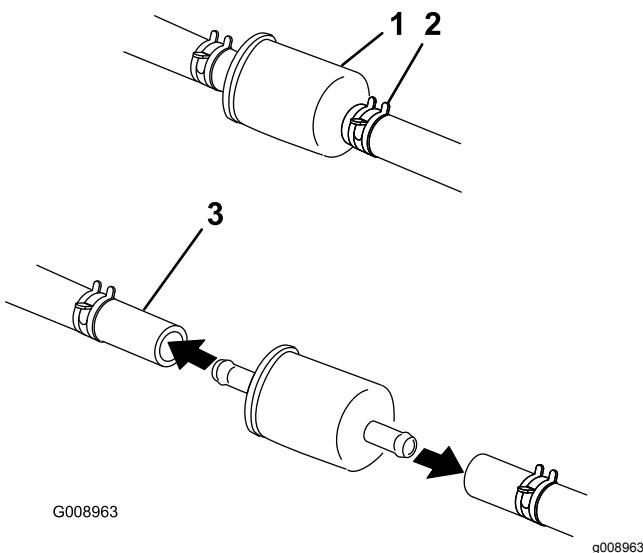

Figure 53
4. Fermez le robinet d'arrivée de carburant sous le siège (Figure 53).
5. Pincez les extrémités des colliers et éloignez les colliers du filtre (Figure 53).
7. Posez un filtre neuf et rapprochez les colliers de fixation du filtre (Figure 53).